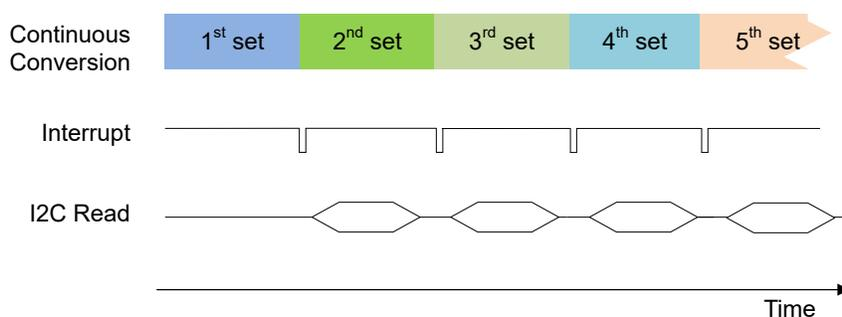

图 8-10. 使用交流线路电源进行连续转换
- 等待  $\overline{\text{INT}}$  信号置为低电平以指示转换完成。当  $\overline{\text{INT}}$  变为低电平时，使用一个读取命令执行 16 位 T、X、Y、Z 寄存器读取（请参阅图 8-10）。